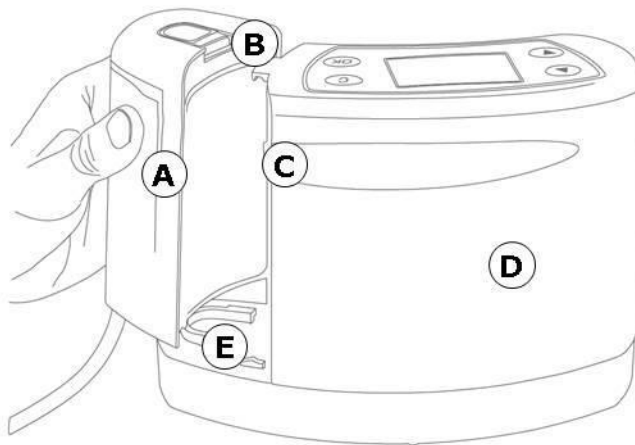

Abb. 5 Anschluss des Einweg-Sekretbehälters
1. Nehmen Sie den Einweg-Sekretbehälter (Abb. 5 (A)) aus der Verpackung.
2. Schieben Sie den Behälter auf die Führungsschiene (Abb. 5 (E)) am **ASSKEA prowound® M**, bis der Einweg-Sekretbehälter hörbar an der Verriegelung (Abb. 5 (B)) einrastet.